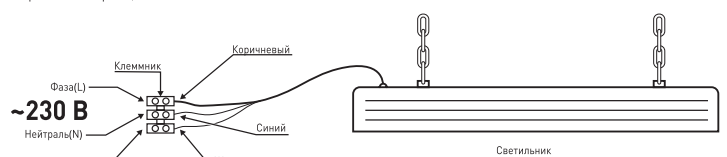

Рис. 1. Схема подключения светильника к сети 230В.
3.3.2. Этот провод необходимо подключить к проводу источника питания с помощью клеммника в соответствии со схемой, изображенной на рис. 1;